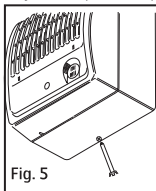

Fig. 5
3. Oddzielić obudowę wentylatora od płyty tylnej odkręcając śrubę znajdującą się na spodzie, rys. 5.